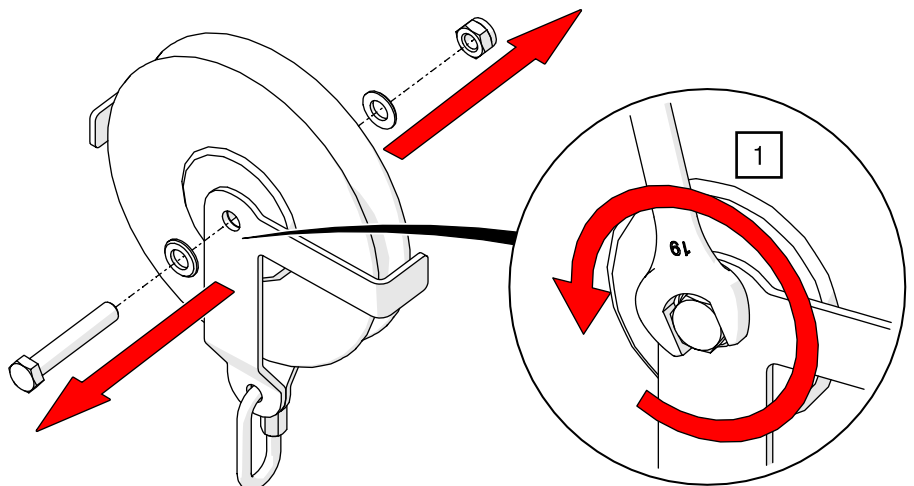

Abb. 124: Manueller Antrieb ROPE-DRIVE – Hanfseil-Sandsackrolle aus Gehäuse schrauben
1. Lösen Sie die Rolle aus dem Gehäuse, indem Sie die Sechskantschrauben mit zwei Gabelschlüsseln SW 19 herausschrauben und ziehen Sie die Achsschraube heraus (siehe Abb. 124).